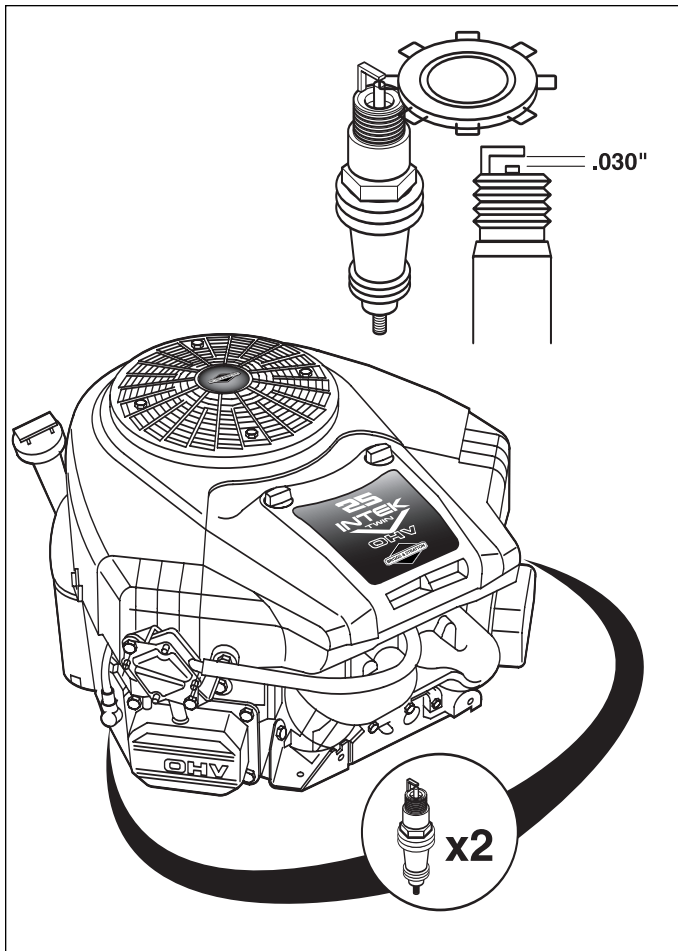

Abbildung 31. Elektrodenabstand
2. Siehe Abbildung 31 oder 32. Bereich um die Zündkerze reinigen.
4. Elektrodenabstand prüfen. Er muss 0,76 mm betragen (siehe Abbildung 31 oder 32).